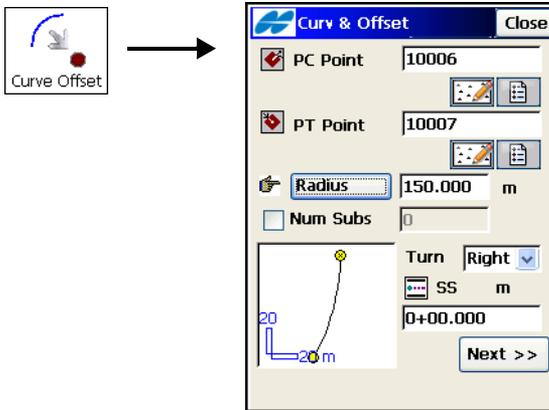

Abbildung 10-19. Kurve und Offset
1. Wählen Sie zum Definieren der Kurve den Anfangspunkt des Bogens, die Radiusparameter der Kurve, den Endpunkt sowie den Drehsinn relativ zum Anfangspunkt. Sie können auch die Anfangsstationierung (Kilometrierung) und die Anzahl der zu erzeugenden Kurvenabschnitte eingeben (Abbildung 10-19). Tippen Sie auf **Weiter**.